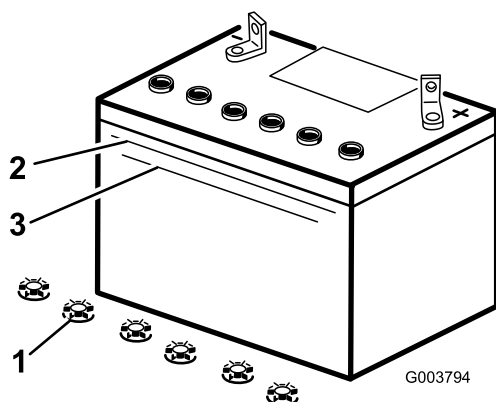

Figura 38
3. Mire hacia el lateral de la batería. El electrolito debe llegar a la línea superior (Figura 38). No permita que el electrolito esté por debajo de la línea inferior (Figura 38).
3. Retire los tapones de llenado de la batería (Figura 38).
4. Vierta lentamente agua destilada en cada célula de la batería hasta que el nivel de electrolito llegue a la línea superior (Figura 38) de la caja de la batería.
5. Espere de cinco a diez minutos después de llenar las células de la batería. Añada agua destilada, si es necesario, hasta que el nivel de electrolito llegue a la línea superior (Figura 38) de la caja de la batería.